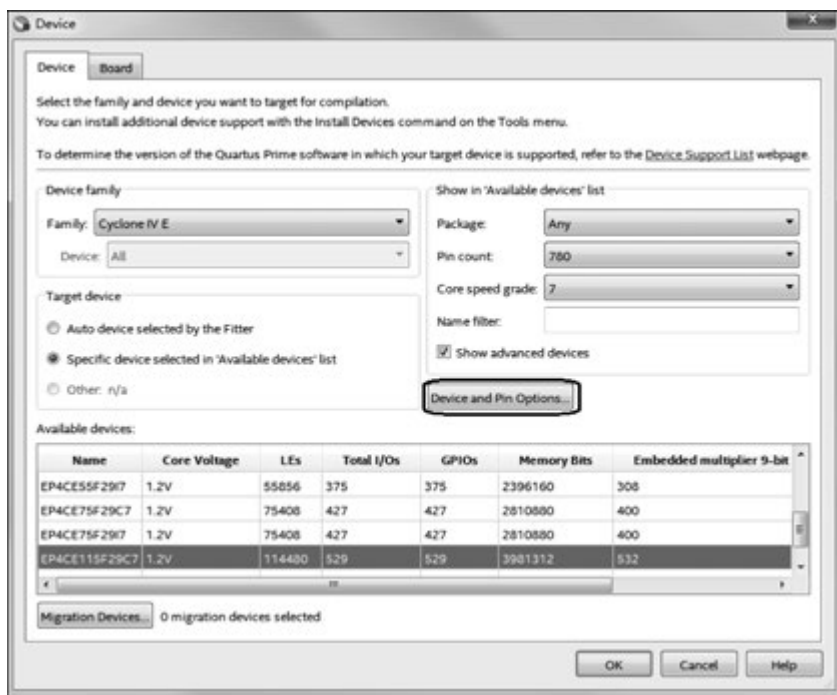
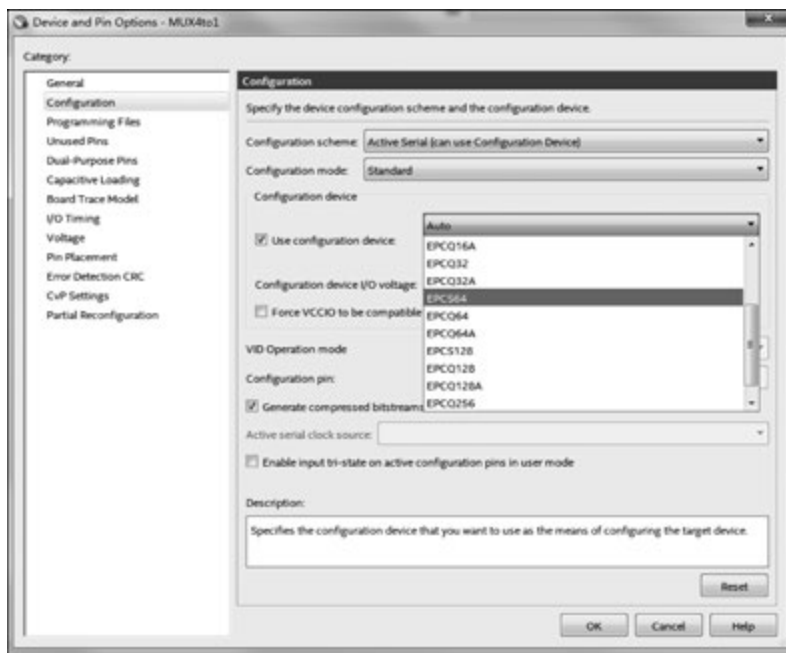

图 3-32 Device 对话框
图 3-33 配置器件
(1) 在 Quartus Prime 主界面中执行 Assignments→Device 菜单命令，弹出 Device 对话框，如图 3-32 所示。
(2) 单击图 3-32 中的 Device and Pin Options 按钮,在弹出的 Device and Pin Options (设备与引脚选择)对话框中选择 Category 栏下的 Configuration 选项,并勾选右侧的 Use configuration device 复选框,然后选择具体的 EPCS 配置器件型号(DE2-115 开发板的配置器件型号为 EPCS64),如图 3-33 所示,然后单击 OK 按钮完成设置过程。